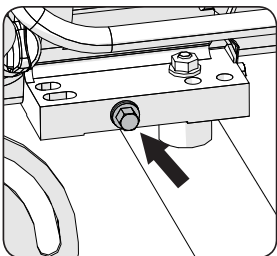

Fig 19
- Rimuovere il tappo di scarico in modo che l'olio possa fuoriuscire completamente dal motore. (Fig. 19)